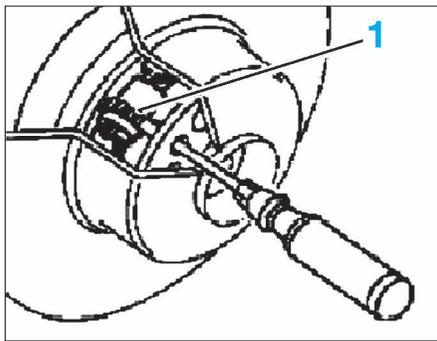

FIG. 9
- Serrer de chaque côté la roue crantée de réglage (1) (Fig.9) jusqu'à ce que les segments viennent frotter contre l'intérieur du disque.